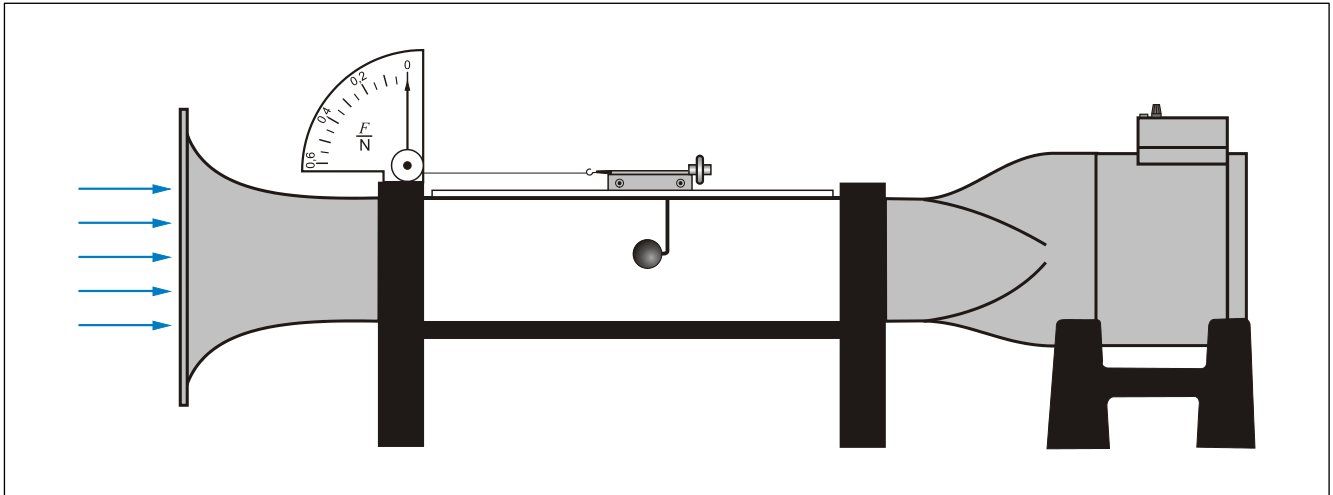

Bild 10: Versuchsaufbau **Aufgabe 3**
- Bauen Sie den Windkanal entsprechend **Bild 10** um (*Hilfestellung durch Laborpersonal*).